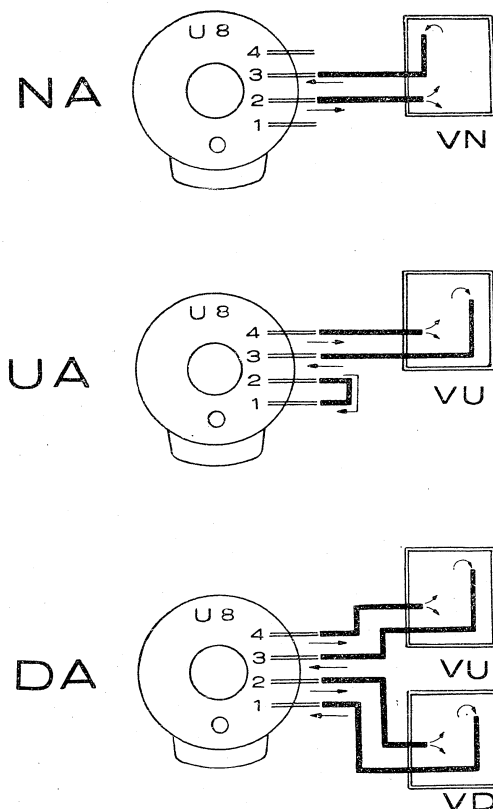
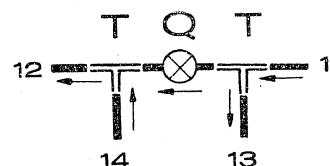

Abb. 10: Anschlußmöglichkeiten für geschlossene Verbraucher
Abb. 18: Drosselvorrichtung
(Abb. 10, 11, 12, 13 und 14)
Abb. 10 vermittelt eine Übersicht der Anschlußmöglichkeiten für **geschlossene Verbraucher**. Der Universalthermostat ist hierbei schematisch in der Ansicht von oben dargestellt, wobei die 4 Anschlußstutzen der Doppelpumpe wie beim Original mit den Ziffern 1 bis 4 gekennzeichnet sind.
Der Universalthermostat arbeitet im Normalbetrieb mit intermittierender Heizung, d. h. jedem Heizstoß folgt eine Kühlperiode (Aussatz-Regelung). Die Kühlperiode wird um so länger, je geringer die Differenz zwischen Arbeits- und Kühlwassertemperatur ist, bis schließlich das Gerät nicht mehr einwandfrei arbeitet. In diesem Fall muß ein zusätzliches Kühlmittel eingesetzt werden. Insofern es sich um ein billiges, allgemein erhältliches Kühlmittel wie Wasser handelt, kann nach dem unrationellen intermittierenden Verfahren weitergearbeitet werden, obgleich in diesem Fall dem Kältemittel (Wasser) die Wärmeleistung des Heizkörpers (1000 Watt) entgegensteht. An dem Anschluß der Geräte nach Abb. 10 ändert sich nichts. Der Relaischalter des U 8 bleibt auch weiterhin auf der Stellung „-10/+150“. In die Rückflußleitung (3) des Saugstutzens wird jedoch zusätzlich eine Drosselvorrichtung nach Abb. 18 zwischengeschaltet.